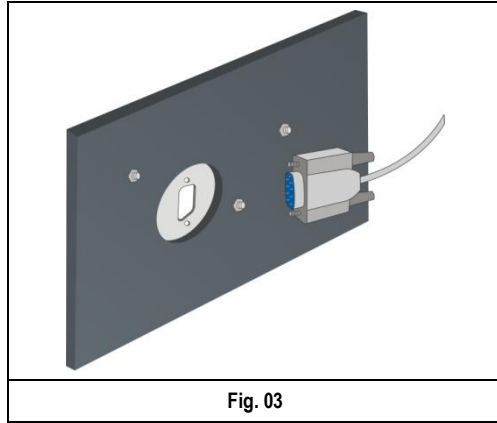

Fig. 03
3. Conectar e fixar o cabo atrás do suporte, parafusando-o (**Fig. 03**).
3. Conecte y fije el cable atrás del soporte, entornillándolo (**Fig. 03**).
3. Connectez et fixez le câble derrière le support, le vissant (**Fig. 03**).
3. Connect and attach the cable behind the base, screwing it (**Fig. 03**).